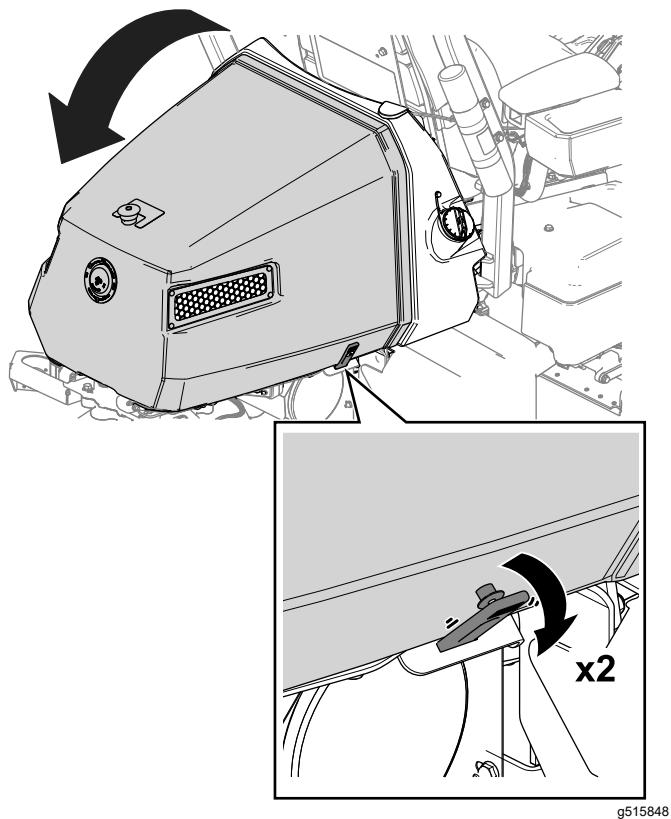

図 42
1. フードの両側でストラップを外す図 42。
2. フードを上げる図 42。